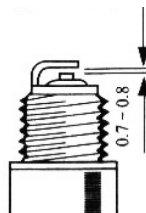

рис.6
1. Консервация бензогенератора проводится во всех случаях, когда предполагается перерыв в использовании от 3-х месяцев и более. Одновременно с консервацией проведите техническое обслуживание, описанное в данном руководстве. 2. Слейте или полностью выработайте имеющееся в баке топливо (слив производится снятием колпачка крана подачи топлива (рис.6 поз.2). 3. Слейте топливо из поплавковой камеры карбюратора, выкрутив пробку (рис.6 поз.3). После слива установите пробку на место и затяните. 4. В модификациях, в которых отсутствует пробка слива, топливо слить, вывинтив болт (рис.6 поз.5) крепления поплавковой камеры. 5. Отсоединив высоковольтный провод, вывинтите свечу зажигания. Залейте в камеру сгорания 2 мл смазочного масла и проверните стартер. Установите свечу зажигания на место и присоедините высоковольтный провод. 6. Залейте 50-100 мл смазочного масла в топливный бак и равномерно распределите его внутри, наклоняя бензогенератор. 7. Рекомендуется нанести на корпусные и несущие детали консервационную смазку. 8. При расконсервации бензогенератора, проведите ТО, предусмотренное пунктами данного руководства и промойте бензобак чистым бензином АИ-92.